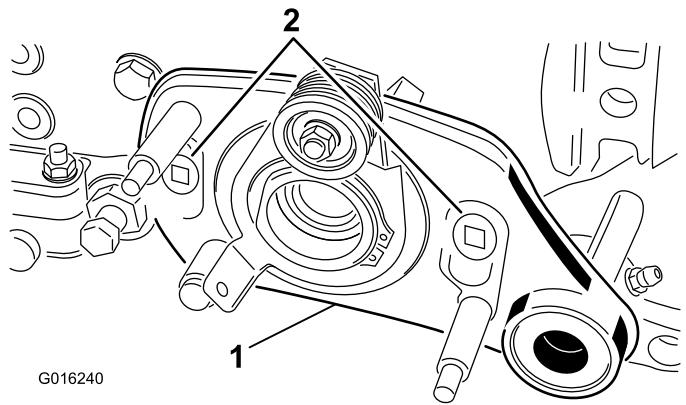

Bild 33
- 8. Entfernen Sie die zwei Ansatzschrauben, mit denen der Groomerantrieb an den Seitenplattenadaptoren befestigt ist (Bild 33).